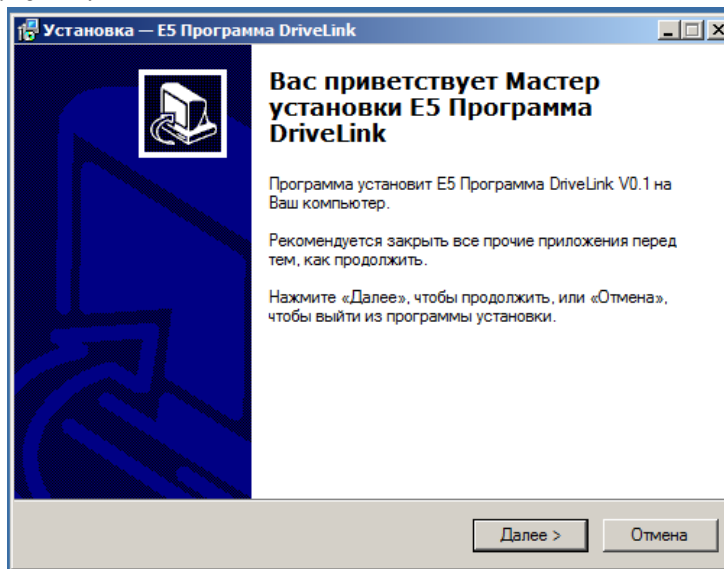

Рис.1. Мастер установки программы
2.1. Для инсталляции программы на компьютер запустите файл Setup.exe. Откроется мастер установки программы (рис.1), инструкциям которого надо следовать для успешной установки.